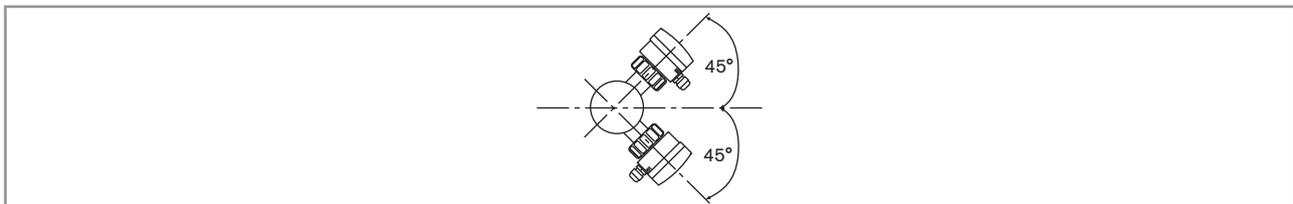

Bild 4: Montagewinkel des Geräts in Bezug zur Rohrleitung
- Das Gerät mit einem Winkel von 45° zum horizontalen Mittelpunkt des Rohrs montieren (siehe Bild 4), um eventuelle Ablagerungen auf den Elektroden sowie verfälschte Messungen durch Luftblasen zu vermeiden.